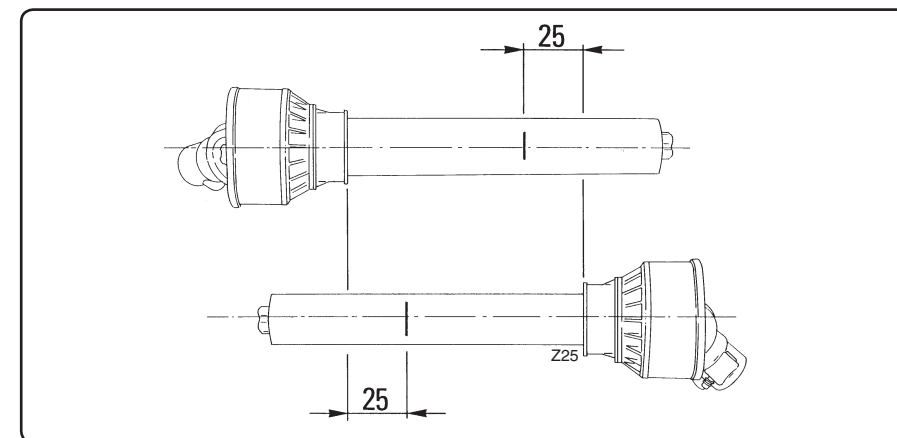

fig. 4.3.1
- Faire une marque au feutre à l'endroit où les deux demi-arbres doivent être raccourcis, en mesurant 25 mm du début de chaque demi-arbre, voir fig. 4.3.1.